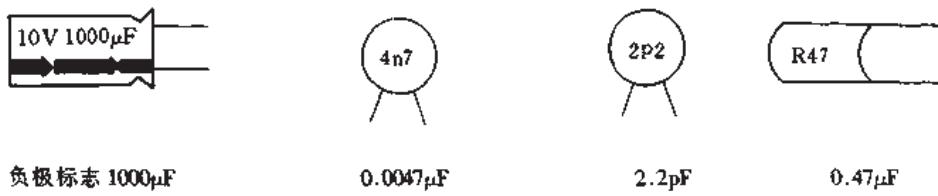

图 2.1.41 国外电容器容量直接表示法
(1) 直接表示法
① 标有单位的直接表示法。这种表示法通常用字母 m (10^{-3} F)、μ (10^{-6} F)、n (10^{-9} F) 和 p (10^{-12} F) 来指示电容器的容量大小，如 4n7 表示 4700pF；另外有些是在数字面前冠以 R，则表示为零点几 μF 的电容，如 R33 则表示为 0.33μF 的电容。图 2.1.41 所示电容器的容量都是采用标有单位的直接表示法来标志的。